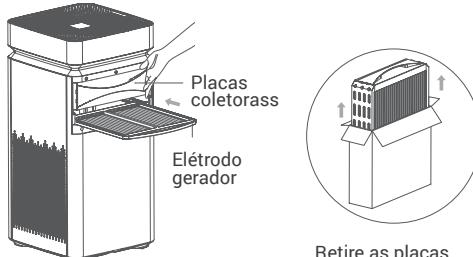

Figura 3
4. Retire as placas coletoras da embalagem. Insira o elétrodo gerador e as placas coletoras no sentido indicado na etiqueta (Figura 3).